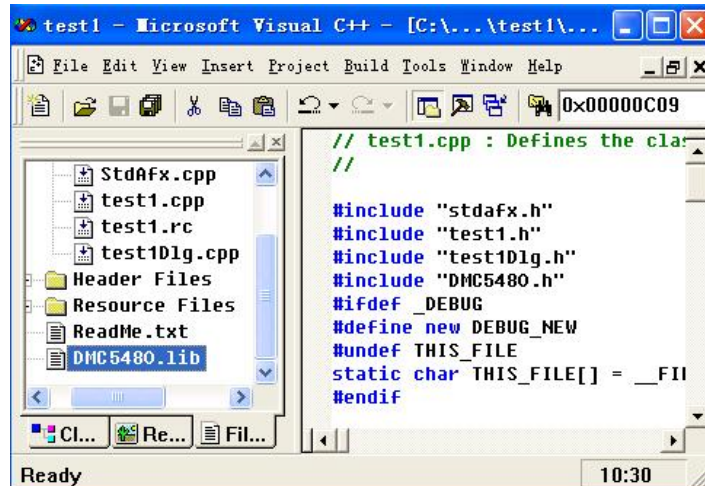

图 7-9 程序增加头文件
- (8) 在相应的目录下找到 DMC5480.h 和 DMC5480.lib 文件，拷贝到 E:\test1 目录；
(9) 选择“工程”->“添加工程”->“文件”，选中 DMC5480.lib 文件加入到工程中；
(10) 打开 test1.cpp 文件，在程序开始部分添加相应语句：#include “DMC5480.h” 或者 #include “DMC5480.h”，如图 7-9 所示：